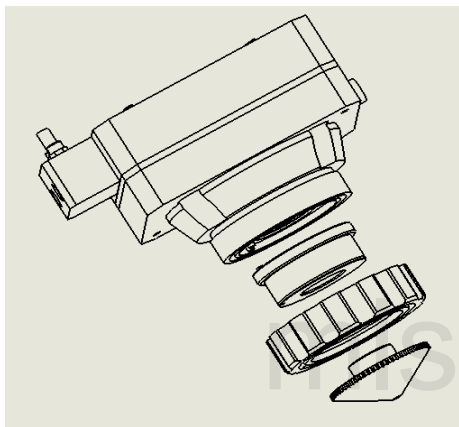

Рисунок 14 Снятие набора фокусирующих линз
- С помощью соответствующего инструмента выньте держатель линз, как показано на Рис. 14;